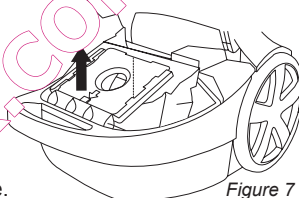
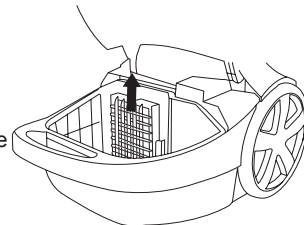

Figure 7
Figure 8
1. Lorsque le témoin lumineux 'Sac à poussière Plein' passe au rouge, il faut remplacer immédiatement le sac à poussière; voir la figure 7.
3. Ouvrez le couvercle en tirant sur le mécanisme d'ouverture. Retirez le sac à poussière, voir la figure 7. Retirez de l'appareil le support du filtre d'entrée, lequel se trouve derrière le sac à poussière; voir la figure 8.